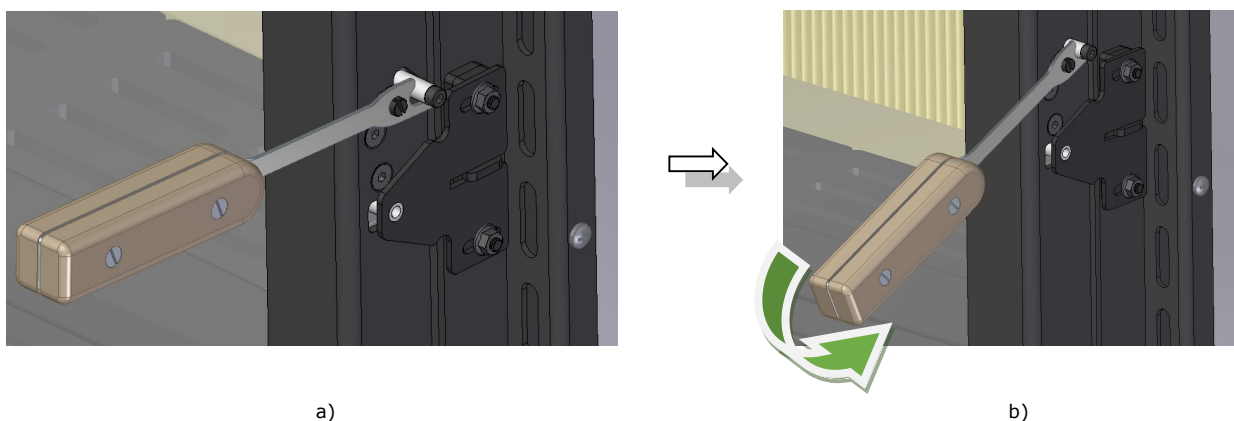

Figura 19 – a) Posición correcta de la llave, b) Movimiento de apertura de la puerta
1. Abra el control de aire de combustión "Aire primario" (C).
2. Apertura del tirador de salida de aire caliente "Tapa de humos" (G)
- a) Coloque la llave en la posición correcta, véase la Figura 19-a.
- b) Movimiento de apertura de la puerta, véase la Figura 19-b.